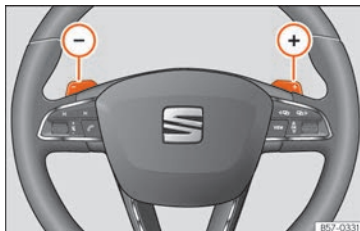

Abb. 217 Lenkrad: Hebel für Automatikgetriebe.
- Tippen Sie die Schaltwippe (+), um einen Gang hochzuschalten »» **Abb. 217**.